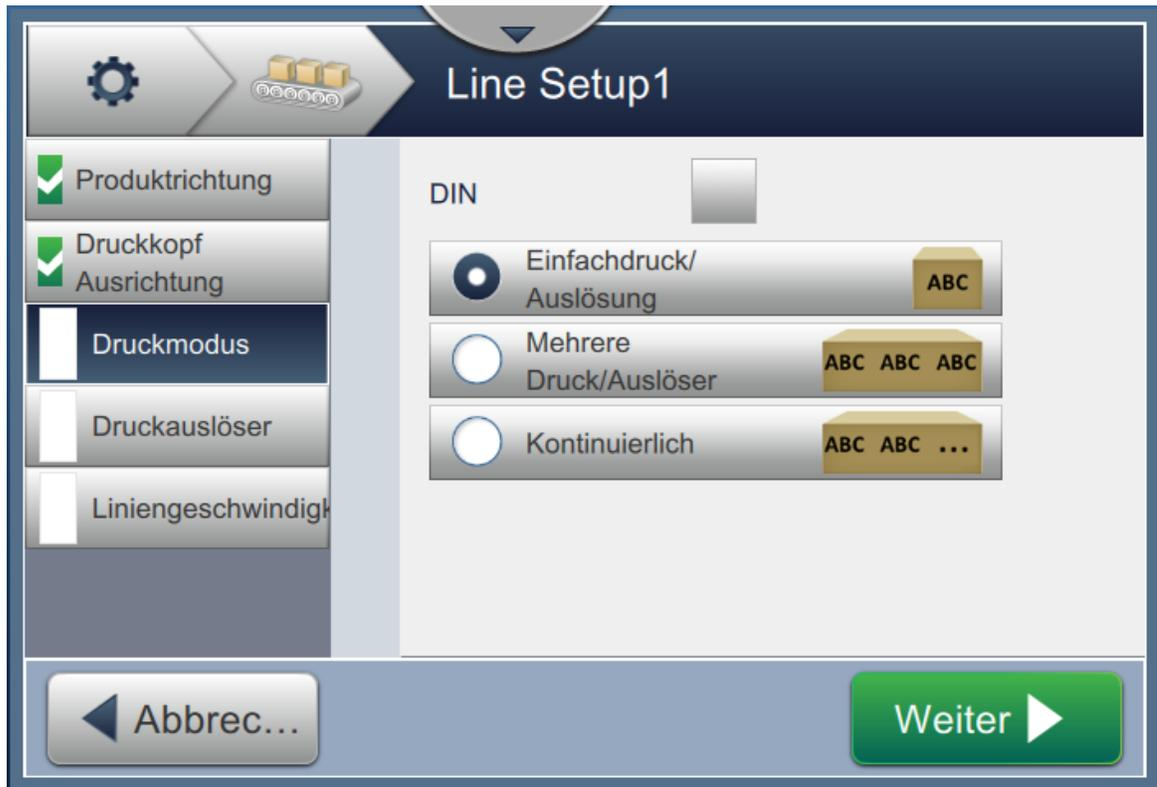

Abbildung 6-29: Linieneinrichtung – Druckmodus
1. Berühren Sie den *Druckmodus* auf dem Bildschirm für die Einstellungen zur Linieneinrichtung, wie dargestellt in Abbildung 6-29.
1. Wählen Sie die Option *Mehrfach*, wie dargestellt in Abbildung 6-29. Berühren Sie die
1. Wählen Sie die Option *Kontinuierlich*, wie dargestellt in Abbildung 6-29. Berühren Sie die